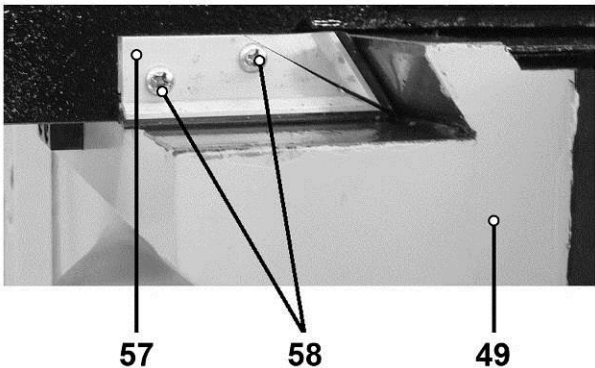

Рис. 11
9.2. Регулировка направляющих поперечного перемещения рабочего стола (8) (Рис. 11)
9.2.2. Снимите крышку пылевыводящего устройства (57) с левой стороны консоли, вывернув винты (58) (Рис. 11).
9.2.4. Установите на место крышку пылевыводящего устройства (57), закрепив винтами (58) (Рис. 11).